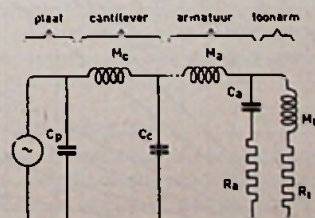

Fig. 30 - Mechano-elektrisch vervangingschema van een groeftaster met cantilever
Uit vgl. (25) is af te leiden dat de vertikale/horizontale compliantie-verhouding van de cantilever wordt bepaald door  $(b/d)^2$ . Het is wenselijk deze verhouding op tenminste  $10 \times$  te stellen, hetgeen met een breedte/dikte verhouding van 3 à 4 te bereiken is. De horizontale slaphed van de cantilever willen we immers zo klein mogelijk houden, omdat anders vooral de hoge frequenties niet zullen worden overgedragen van naald op anker; de zeer snelle bewegingen van de naald zullen m.a.w. in het cantilever-materiaal „verdrinken”. (Herinnert u zich van vóór de oorlog de soft-tone naalden? Deze waren inderdaad compliantier dan de loud-tone naalden). In feite is een cantilever een laagdoorlaatfilter. in fig. 30 zien we het mechano-elektrische analogon hiervan, opgenomen in het vereenvoudigde vervangingschema van een groeftaster, zoals die in fig. 21b reeds werd geschetst (RB aug. 1958).